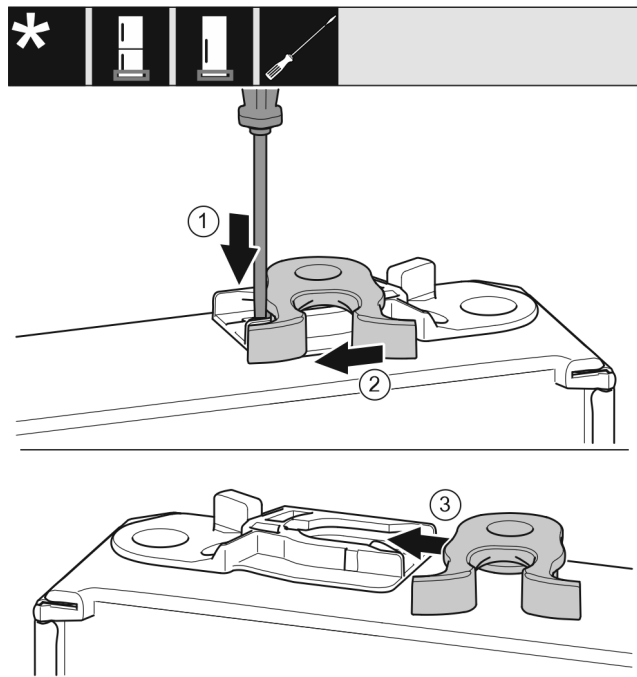

Fig. 18
- ▶ Shtypni për poshtë gjuhëzën me një kaçavidë me kokë petë. Fig. 18 (1)
- ▶ Nxirrni jashtë nga foleja udhëzuese grepat e mbylljes. Fig. 18 (2)
- ▶ Shtyni poshtë grepat e kapjes në folenë udhëzues në anën tjetër. Fig. 18 (3)